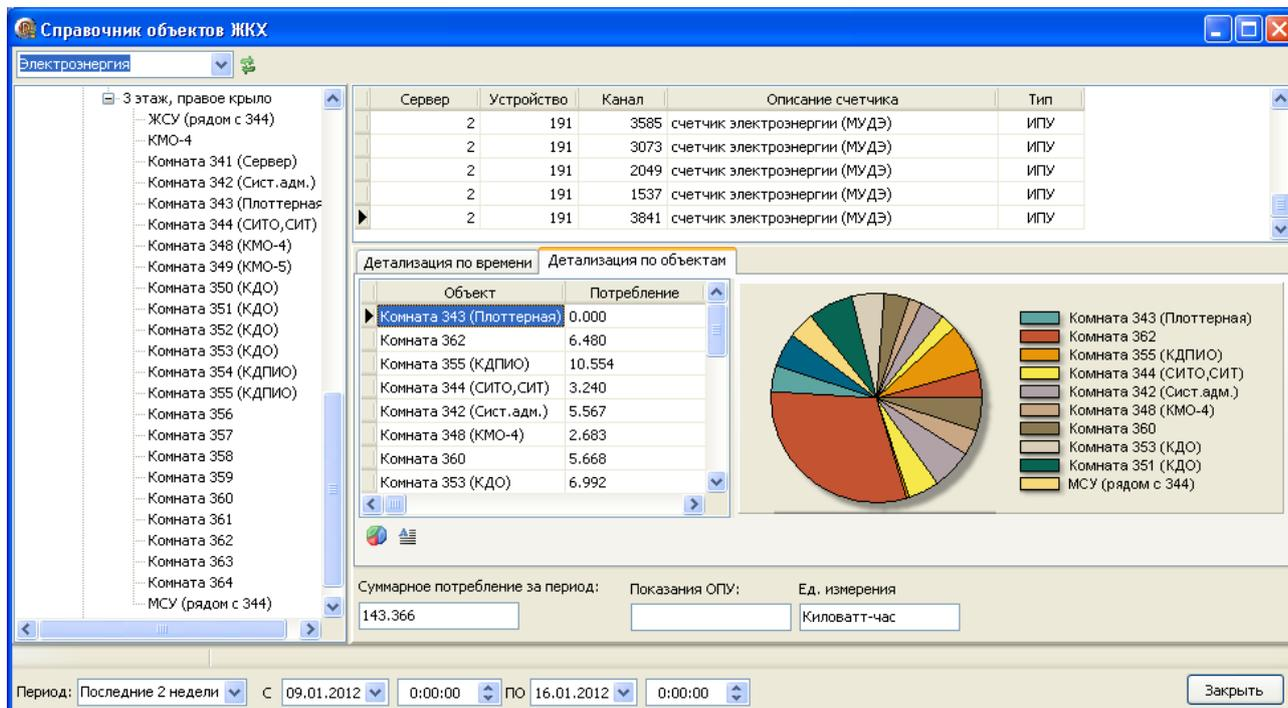

Рис.10 – Просмотр распределения потребления электроэнергии между абонентами
- позволяет просматривать распределение потребления энергоресурсов между абонентами или объектами ЖКХ за заданный временной интервал (см. рис. 10);